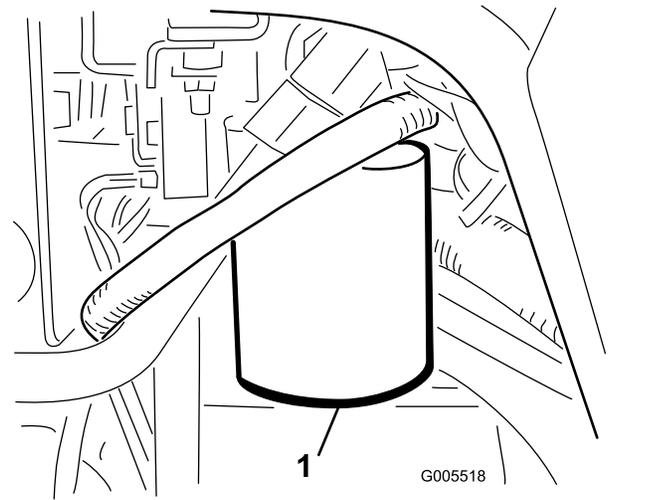

Figura 56
- Limpe a zona em torno da montagem do filtro (Figura 56). Coloque um recipiente de escoamento debaixo do filtro e retire o filtro.